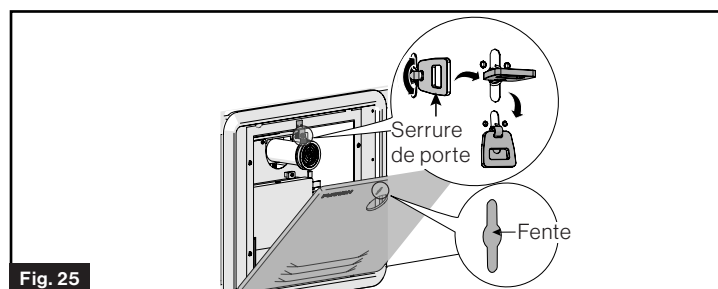

Fig. 25
5. Alignez le verrou de la bride avec la fente de la porte, poussez ensuite la porte et tournez le verrou pour verrouiller la porte en place. (Fig. 25)
- Étape ① : Tirez et tournez à 90 ° le levier afin de verrouiller le verrou.
- Étape ② : Tournez le verrou pliant vers le bas pour le verrouiller.